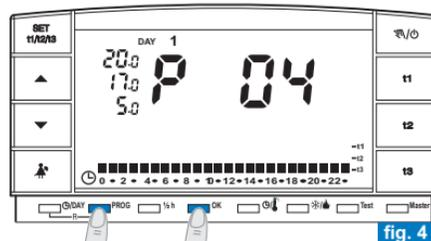

fig. 4
- Appuyer sur la touche **PROG** jusqu'à ce que l'écran affiche l'inscription **P 04** ou **P 05** avec tous les digits sur l'échelle des 24h se référant à la température de **t3** (Absence) comme l'exemple sur la fig. 4.